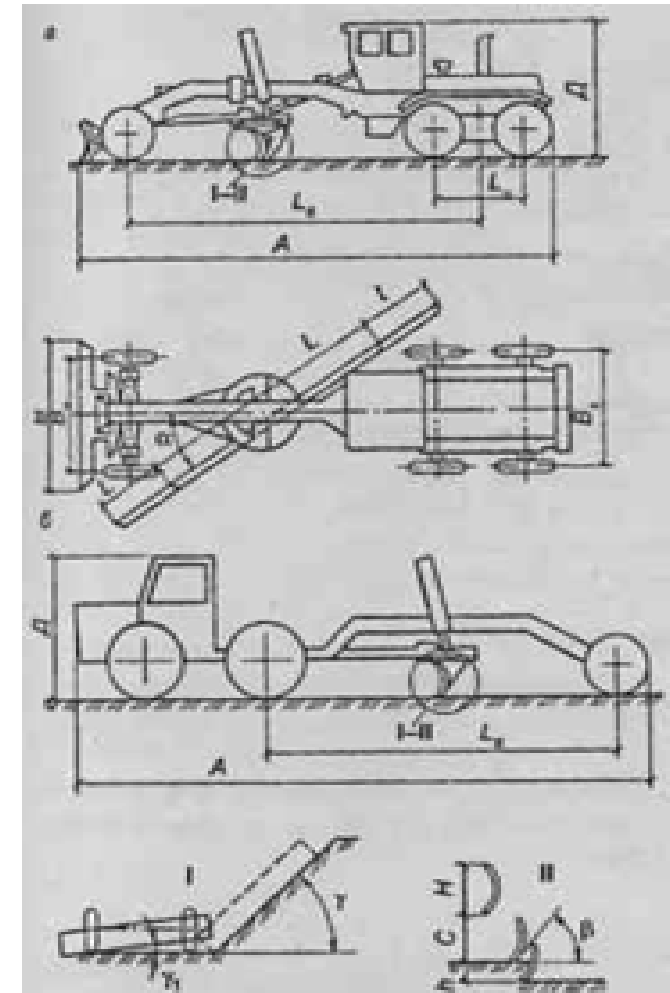

Рис. 1
- ▶ наклонять его верхнюю кромку вперёд или назад (рис. 1).